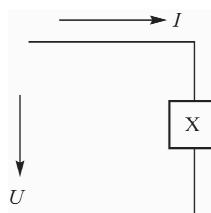

图 1-21 【例 1-8】图
**【例 1-8】** 如图 1-21 所示，流过元件 X 的电流  $I = -1 \text{ A}$ ，加在元件 X 两端的电压  $U = 2 \text{ V}$ ，该元件是电源还是负载？